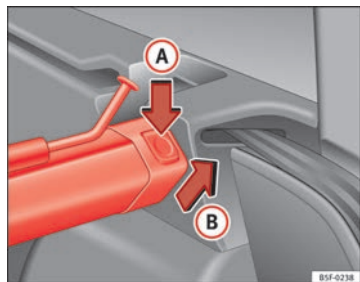

Fig. 99 En el maletero: desmontar la red de separación
- Presione la tecla de desbloqueo izquierda o derecha ⇒ fig. 99 en el sentido de la flecha (A).
- Extraiga la carcasa del soporte en el sentido de la flecha (B).
- Presione la carcasa en los soportes izquierdo y derecho en el sentido contrario al de la flecha (B) hasta que encastre ⇒ fig. 99.